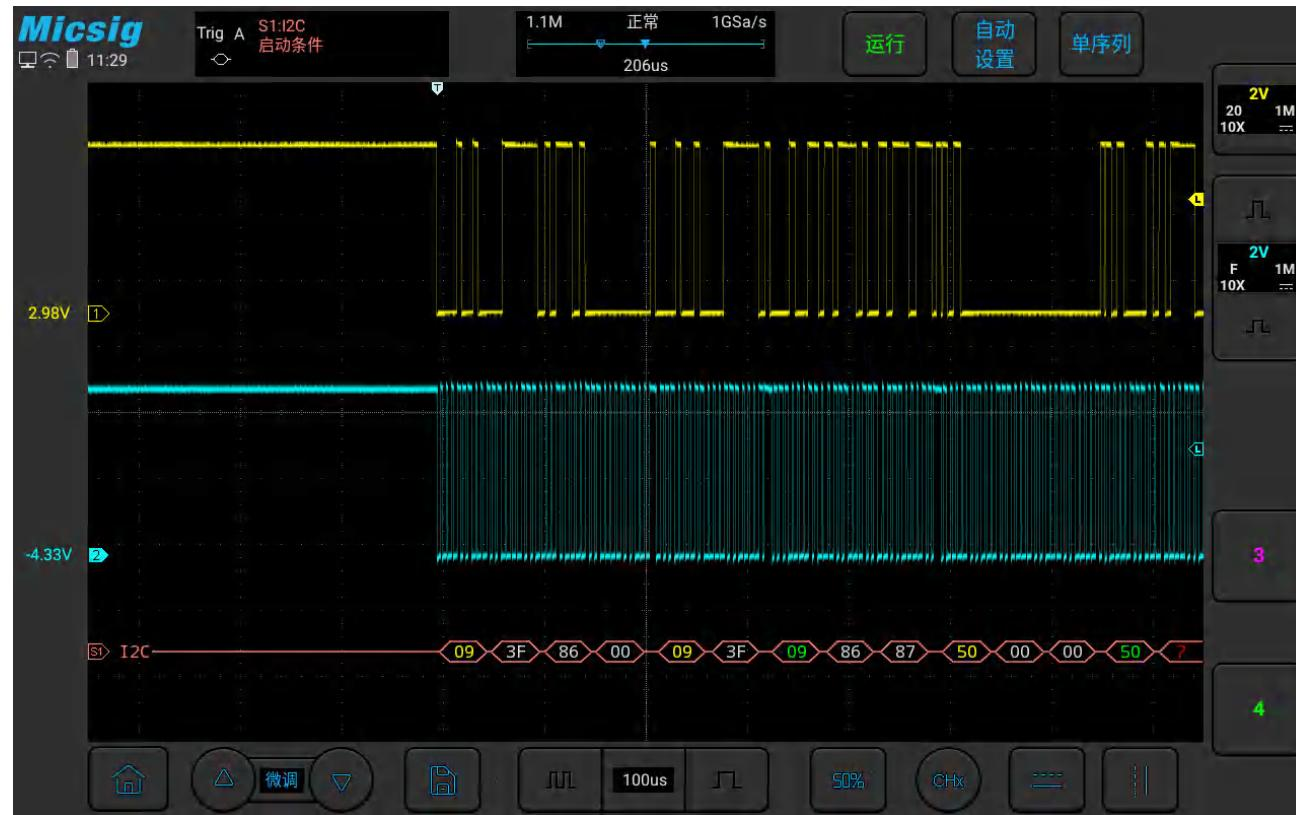

图11-24 I2C 图形界面
- (1) 轻点 S1 打开解码通道，再次点击 S1 打开总线配置菜单；
- (2) 选择总线类型为“I2C”，打开总线设置菜单，点选时钟 SCL 为 Ch2 通道；
- (3) 打开触发方式配置菜单，在触摸屏上点选“启动条件”；
- (4) 依据信号幅值设置 2 个通道的阈值电平； I2C 触发图形界面见图 11-24：